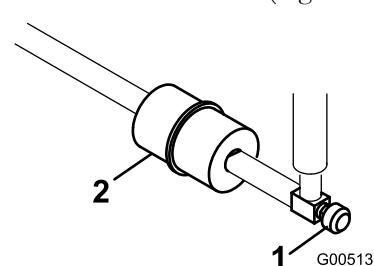

Figura 45
El tubo de combustible lleva incorporado un filtro en línea entre el depósito de combustible y el carburador (Figura 45). Asegúrese de que la flecha del filtro apunta hacia el carburador.
- Cierre la válvula de cierre de combustible, afloje la abrazadera en el lado del carburador del filtro y retire el tubo de combustible del filtro (Figura 45).
- Coloque un recipiente debajo del filtro, afloje la otra abrazadera y retire el filtro (Figura 45).